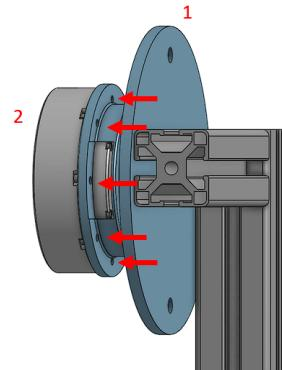

Figura 12. Paso 2.
Paso 2: Una vez instalado el acople del perfil al motor 1, procedemos a unir el motor 1 a este acople, para tal fin, se debe contar con 8 tornillos M4 rosca fina los cuales se fijarán a los agujeros posteriores del motor 1 apreciables en la figura 12.